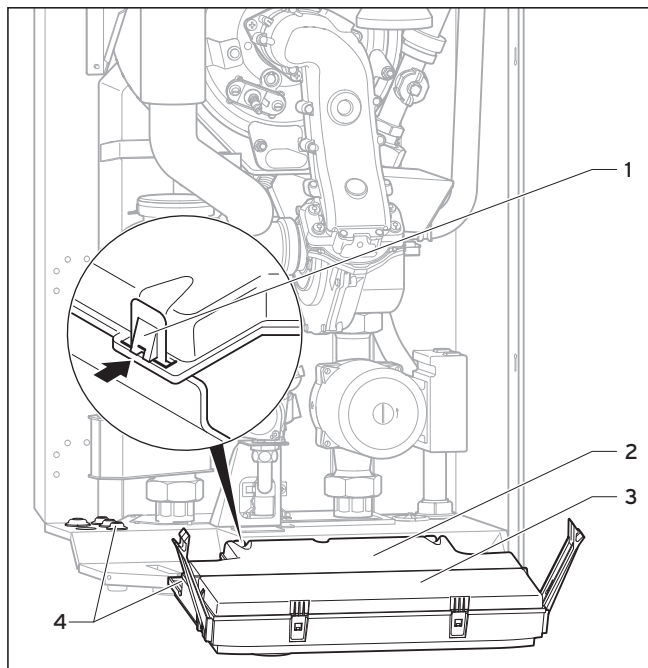

Fig. 5.11 Apertura della parete posteriore della scatola elettronica
- Rimuovere il rivestimento anteriore dell'apparecchio (vedere cap. 4.8) e ribaltare in avanti la scatola elettronica (3) (vedere fig. 5.11).
- Sganciare il coperchio posteriore (2) della scatola elettronica nei punti (1) e sollevare il coperchio (vedere fig. 5.11).
- Fare passare le linee di collegamento dei vari componenti da allacciare attraverso i passacavo (4) situati sulla parte inferiore sinistra dell'apparecchio (vedere fig. 5.11).